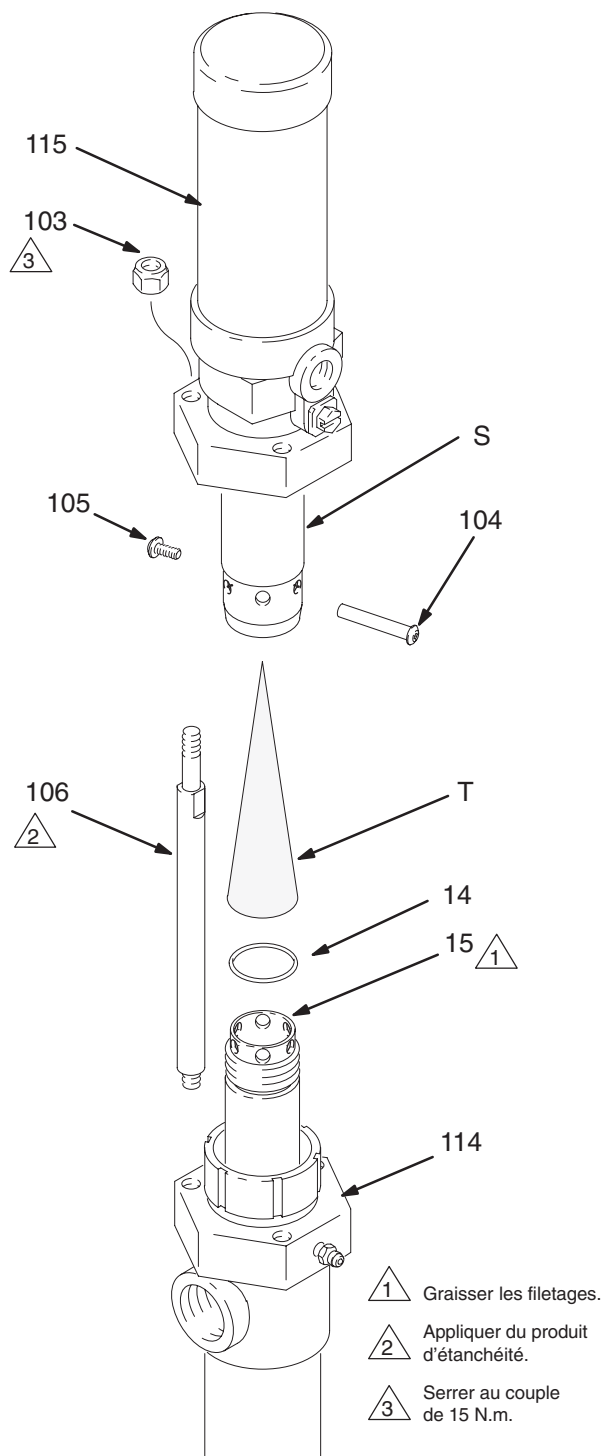

Fig. 6
3. Voir Fig. 6. Dévisser les contre-écrous (103) de la tige de liaison.
4. Dévisser et enlever la vis (105) et le tube (104).
5. Dissocier le moteur pneumatique (115) du bas de pompe (114) en le soulevant. Dévisser la tige de piston (15) de la tige de liaison (S) du moteur pneumatique.
1. Lors du remontage du moteur pneumatique, enduire de graisse au lithium le filetage de la tige de piston (15). Veiller à la bonne installation du joint torique (14) sur la tige.
2. Introduire le silencieux (T) dans la tige de liaison (S) du moteur pneumatique comme indiqué en Fig. 6.
3. Serrer à la main la tige de piston (15) sur la bielle du moteur pneumatique, puis mettre en place le tube et les vis sans tête (104 et 105).
4. Appliquer du produit d'étanchéité sur les filetages des tiges de liaison (106). Pour s'assurer du bon alignement, commencer par visser les contre-écrous (106) sur la tige de liaison sans les serrer, puis les serrer uniformément au couple de 15 N.m.
**REMARQUE:** Le retrait du silencieux (T) augmente à la fois le débit de la pompe et le niveau sonore de l'échappement.